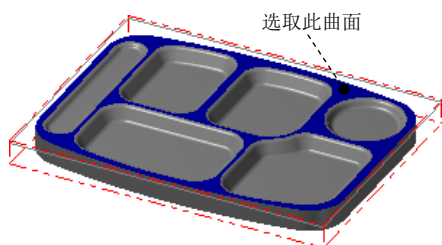
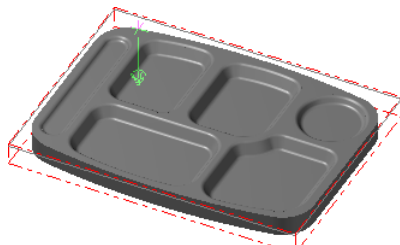
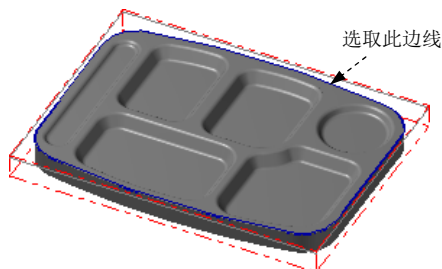
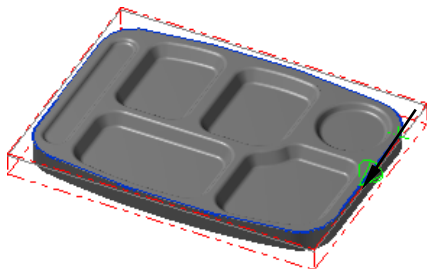

图 1.12 定义附着面
图 1.13 定义边界位置
图 1.14 选取区域
图 1.15 定义区域
Step1. 绘制边界。选择下拉菜单 **绘图 (C)** → **曲面曲线 (V)** → **单一边界 (O)...** 命令，系统弹出“单一边界线”工具栏，在状态栏的 下拉列表中选择第二个选项 。
Step2. 定义边界的附着面和边界位置。选取图 1.12 所示的曲面为边界的附着面，此时在所选取的曲面上出现图 1.13 所示的箭头。移动鼠标，将箭头移动到图 1.14 所示的位置后单击鼠标左键，此时系统自动生成创建的边界预览。单击 按钮完成指定边界的创建。
Step3. 选择下拉菜单 **刀具路径 (T)** → **外形铣削... (C)...** 命令，系统弹出“串连选项”
Step4. 设置加工区域。在图形区中选取图 1.14 所示的边线，系统自动选取图 1.15 所示的边链，方向箭头如图 1.15 所示（若方向不同，可单击“串连选项”对话框中的  按钮调整）。单击  按钮，完成加工区域的设置，同时系统弹出“2D 刀具路径-外形”对话框。